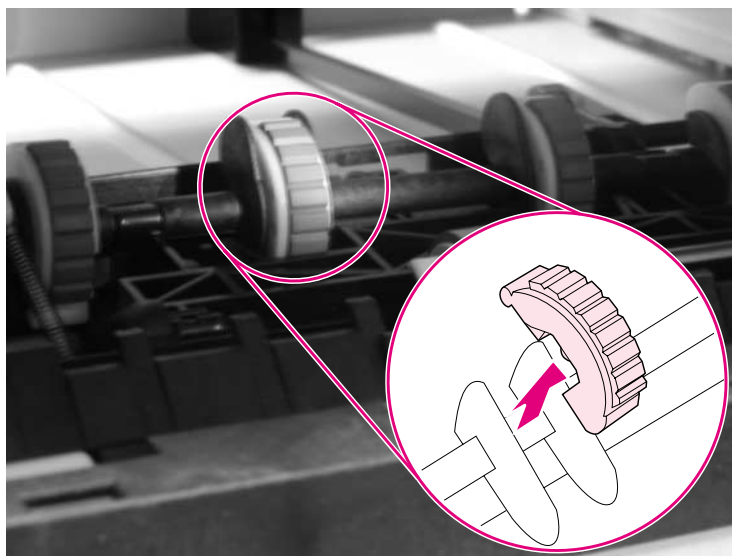

Figura 14
- 3 Gire el eje del rodillo de captación otros 90 grados para extraer completamente los rodillos del eje (Figura 14).